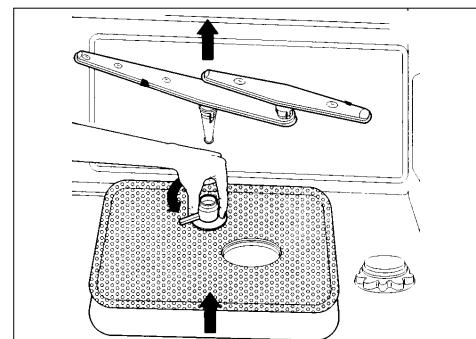

fig. 12
- Enlevez l'arrosoeur du bas en le tirant vers le haut. (voir fig. 12).